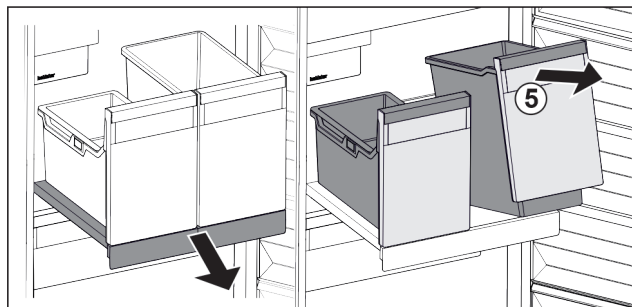

Fig. 100
- ▶ Nádobu Fig. 100 (5) vpředu nadzvedněte.